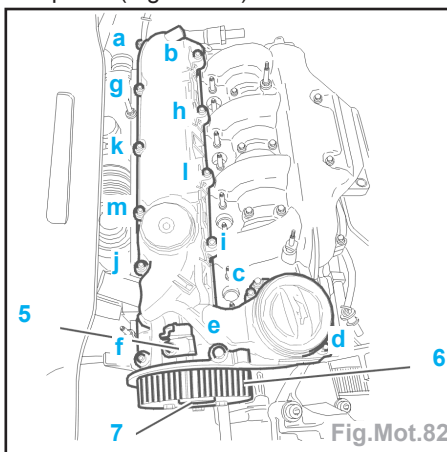

Fig.Mot.82
- Débrancher le connecteur (5).
- Déposer (Fig.Mot.82) :